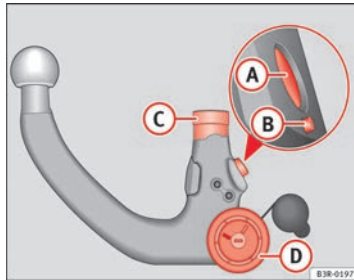

Abb. 156 Abnehmbare Anhängervorrichtung: Kugelstange
- Überprüfen Sie die Kugelstange am Verriegelungsbolzen (A), Auslösebolzen (B), Einsteckschaft (C) und Handrad (D) ⇒ Abb. 156 auf Verschmutzung und Beschädigung.